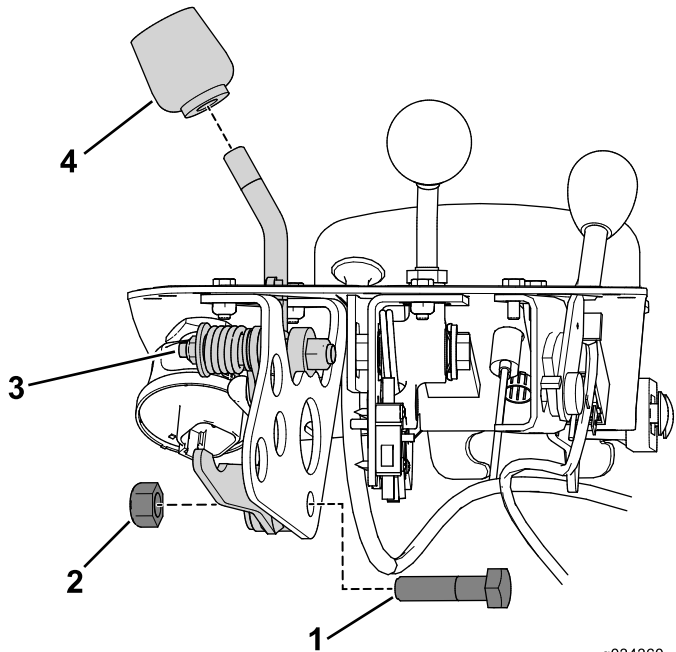

Figure 8
6. Déposez le pommeau du levier de commande de fonction (Figure 8).
7. Retirez le boulon et l'écrou qui fixent le levier de commande de fonction à son support (Figure 8).